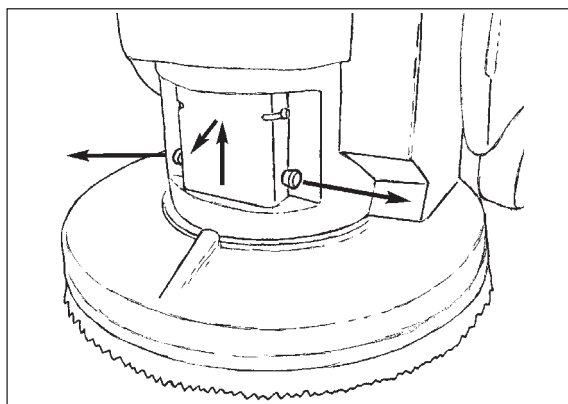
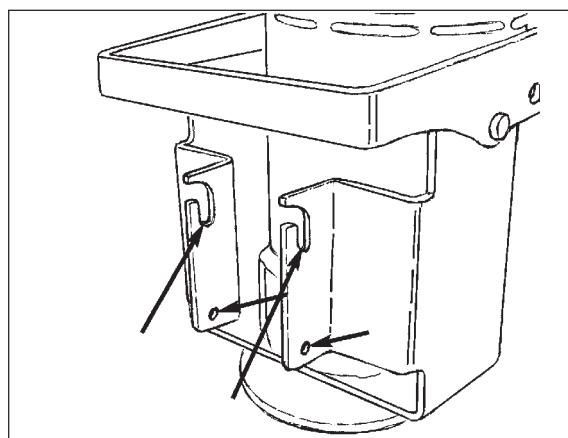

Abb. 18
Abb. 19
- **Hochvolumen** - In dieser Phase leuchtet die rote Lampe am Ladegerät auf (siehe Abb. 18). Das Ladegerät leitet nun seine volle Stromstärke an die Batterien. Die Batterien werden in dieser Stärke versorgt, bis sie ca. 75% ihrer Kapazität erreichen.
**HINWEIS:** Es ist nicht erforderlich, beim Ausbauen oder Installieren der Bürste oder des Führungstellers das Bürstengehäuse zu entfernen. Für einen besseren Zugang zur Bürste oder beim Fahren der Maschine auf eine Rampe kann das Bürstengehäuse entfernt werden. Das Bürstengehäuse wird entfernt, indem der Federstift an der linken Gehäuseseite nach außen gezogen und dann das Bürstengehäuse nach oben und außen gehoben wird (siehe Abb. 18). Installieren Sie das Bürstengehäuse in umgekehrter Reihenfolge. Achten Sie dabei darauf, dass die Querstange im Bürstengehäuse in die beiden Schlitze der Motorhalterung eingesetzt und dass der Federstift festgestellt wird. (siehe Abb. 19).